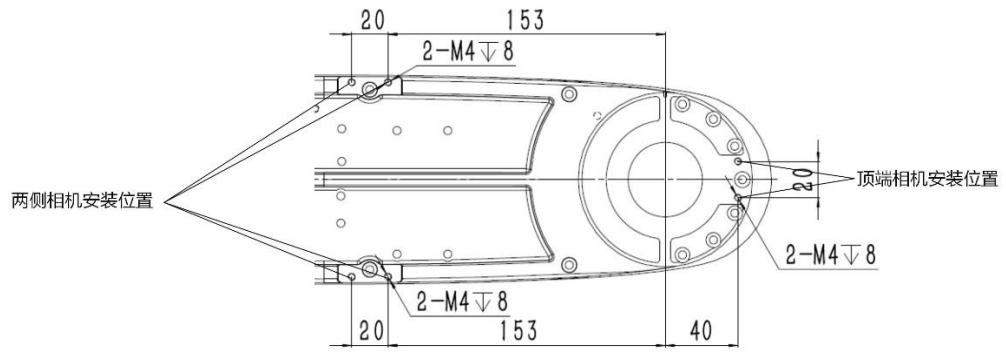

图 5-14 AIR6SC-500A 大小臂相机安装位置尺寸图
安装在小臂两侧（图 5-14 所示）时： $WM = M (L1)^2 / (L1 + L2)^2$
安装在小臂顶端（图 5-14 所示）时： $WM = M (LM)^2 / (L2)^2$
操作机在小臂上有相机安装位置，安装孔规格及尺寸如图 5-14 所示。